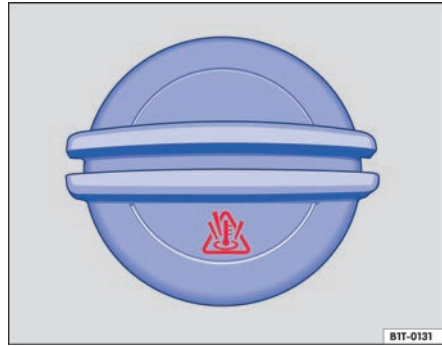

Fig. 270 En el vano motor: tapa del depósito de expansión del líquido refrigerante del motor.
- El depósito de expansión del líquido refrigerante del motor se reconoce por el símbolo  que hay sobre la tapa → **fig. 270 A**.
- El depósito de expansión del líquido refrigerante del sistema de refrigeración del sistema de alto voltaje se encuentra en el lado derecho del vano motor debajo de una cubierta → **fig. 270 B**.